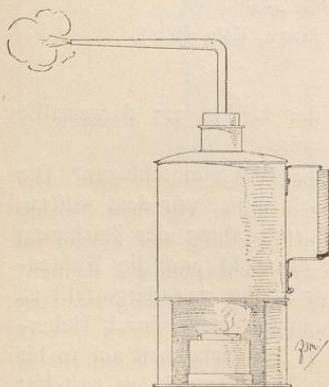
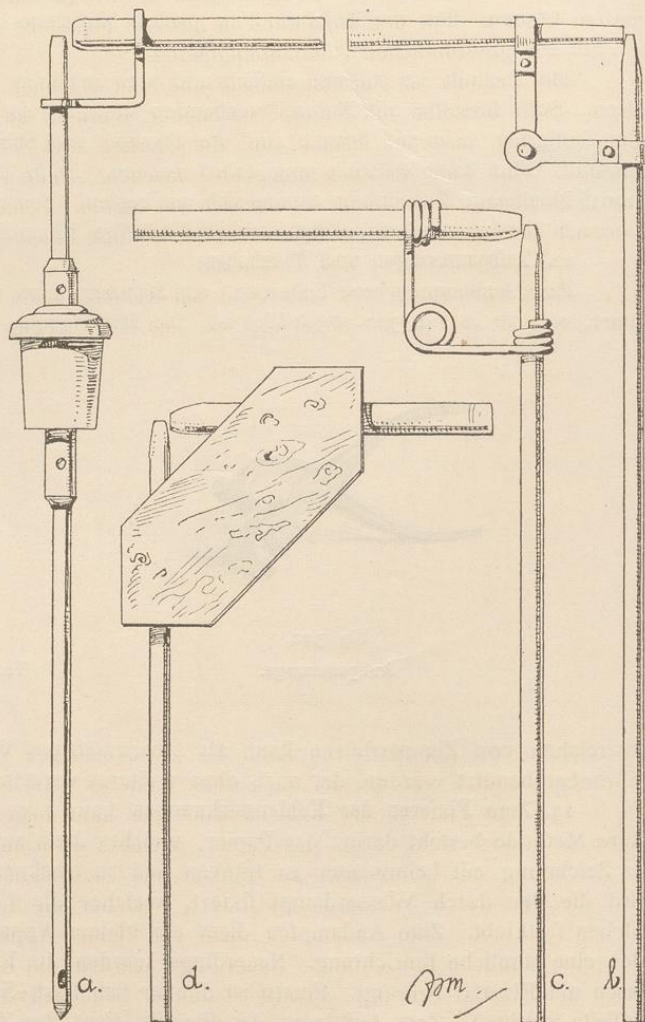

Fig. 324.
Fig. 325.
13. Zum **Fixieren der Kohlenzeichnungen** kann man verschiedene Wege einschlagen. Die ältere Methode besteht darin, das Papier, welches dann aufgespannt sein muß, vor dem Auftrag der Zeichnung mit Leimwasser zu tränken und zu trocknen. Nach Fertigstellung der Zeichnung wird dieselbe durch Wasserdampf fixiert, welcher die Leimschicht erweicht und die Kohlentheilchen festklebt. Zum Andampfen dient ein kleiner Apparat, wie er in Fig. 324 dargestellt ist oder eine ähnliche Einrichtung. Neuerdings werden die Kohlenzeichnungen meist durch Ueberblasen mit Fixatif befestigt. Fixatif ist dünner Schellack-Spirituslack (1 Teil Schellack auf 10 bis 20 Teile Spiritus). Zum Aufblasen des Fixatifs dient der Zerstäuber, der verschieden gestaltet sein kann. Das Mundverfahren ist das einfachste; die in die Fixatifflasche einzuführende Vorrichtung zeigt Fig. 325 in mehreren Ausführungen. In a und b sind die käuflichen Formen gegeben; in c und d ist dargestellt, wie man die Apparate selbst herstellen kann, indem man Glasröhren über der Gasflamme in Spitzen zieht und dieselben durch einen Kork steckt oder durch Draht verbindet. Wichtig ist dabei die richtige Stellung der Spitzen zu einander, sonst „thut es nicht“.